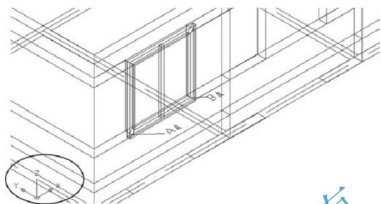

图 6.22 恢复世界坐标系
(D)/应用(A)/? /世界(W)]<世界>: 提示下, 输入“W”后按 Enter 键, 表示将当前坐标系恢复到世界坐标系, 如图 6.22 所示。
- (1) 在指定起点: 提示下, 捕捉如图 6.22 所示的 A 点。
- (2) 在指定下一个点或 [圆弧(A)/半宽(H)/长度(L)/放弃(U)/宽度(W)]: 提示下, 输入“W”后按 Enter 键。
- (3) 在指定起点宽度 <0.0000>: 提示下, 输入“0”后按 Enter 键。
- (4) 在指定端点宽度 <0.0000>: 提示下, 按 Enter 键执行尖括号内的默认值“0.0000”, 表示“玻璃”只是一个面, 没有宽度。
- (5) 在指定下一点或 [圆弧(A)/闭合(C)/半宽(H)/长度(L)/放弃(U)/宽度(W)]: 提示下, 捕捉图 6.22 所示的 B 点。